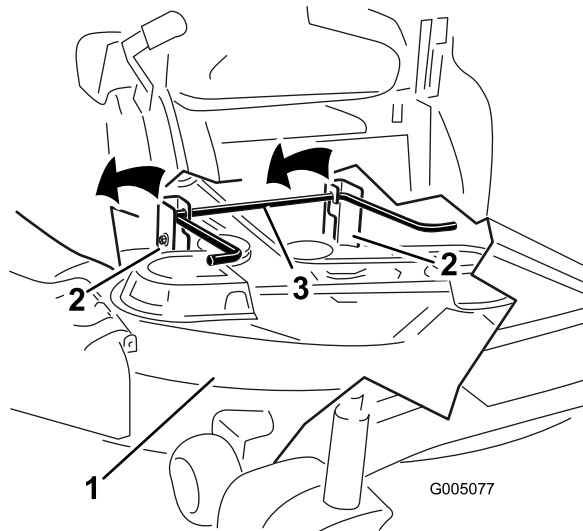
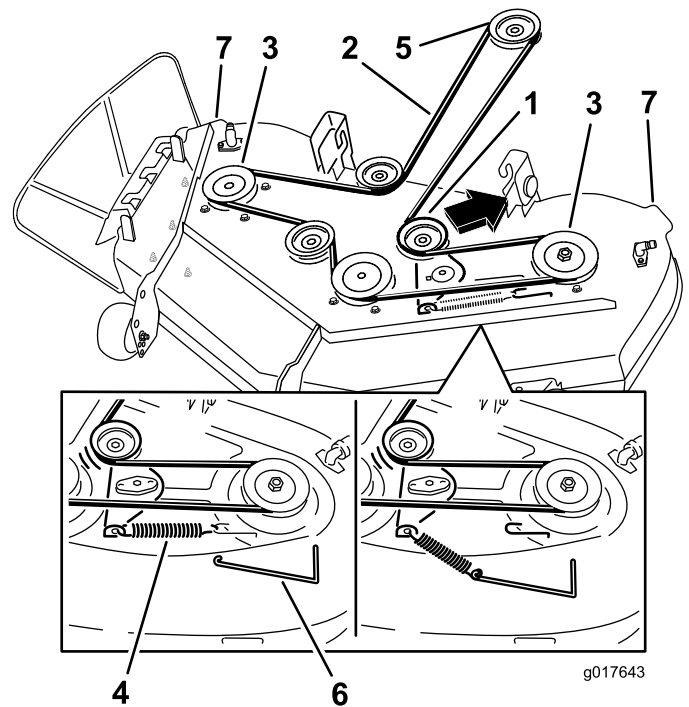

Figure 58
Figure 59
- En vous aidant des poignées, soulevez le tablier de coupe et les supports pour les dégager de la tige de levage arrière et abaissez le tablier au sol avec précaution (Figure 58 et Figure 59).
4. À l'aide d'un outil de dépose de ressort (réf. Toro 92-5771), décrochez le ressort du crochet sur le tablier pour éliminer la tension sur la poulie de tension et déchaussez la courroie des poulies (Figure 59).
5. Acheminez la courroie neuve autour de la poulie du moteur et des poulies du tablier de coupe (Figure 59).
6. À l'aide d'un outil de dépose de ressort (réf. Toro 92-5771), accrochez le ressort au crochet situé sur le tablier, ce qui a pour effet d'exercer une tension sur la poulie de tension et la courroie du tablier de coupe (Figure 59).
5. Soulevez l'arrière du tablier de coupe et guidez les supports sur la tige de levage arrière (Figure 58).